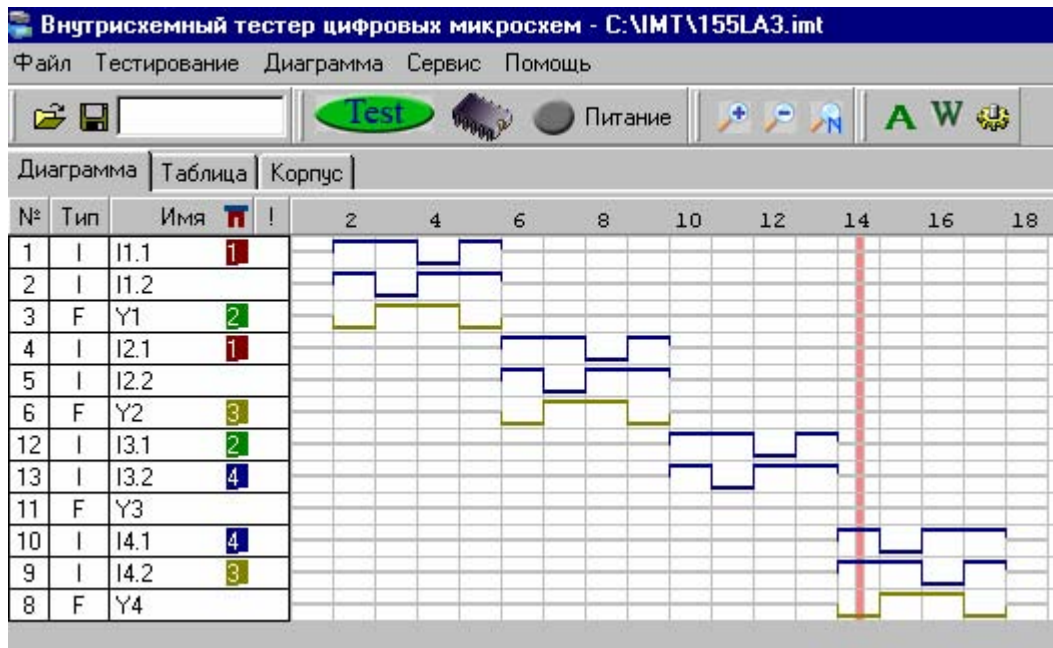

Рис. 5. Временная диаграмма эталона функционального теста.
- в виде **эталона** временной диаграммы, заданной в тестовом файле (рис. 5).